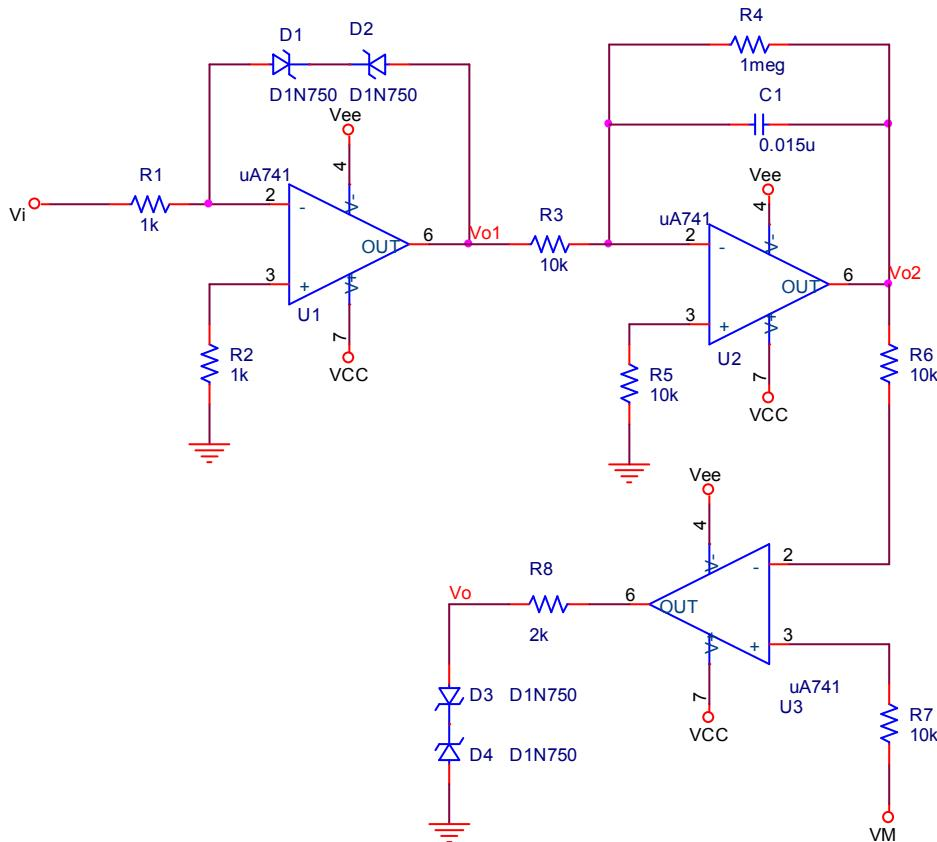

图 8.5.5
***8.5.5 电路如图 8.5.5。运放电源电压为±12V。设输入电压为